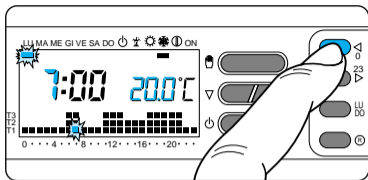

Fig. 40
8.3 - Utilizando los botones <0÷23> sitúe el segmento parpadeante ☀ en la hora 0 del gráfico del programa diario (fig. 40).